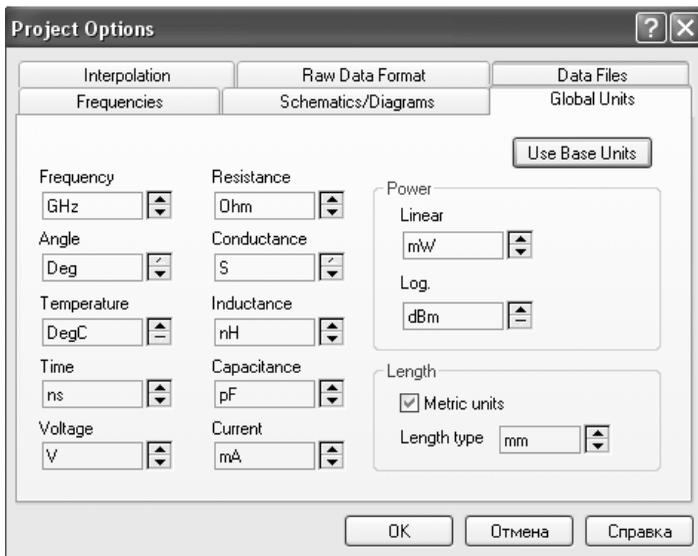

Рис. 2.3
2.2. В открывшемся окне опций проекта откройте вкладку **Global>Options** и определите глобальные единицы измерения, как показано на рис. 2.3.